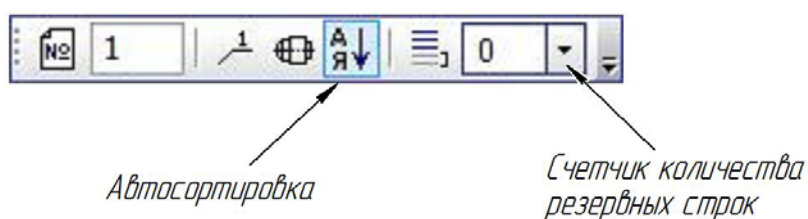

Рис. 5.18. Инструментальная панель «Текущее состояние»
- В счетчике **«Количество резервных строк»** (рис. 5.18), расположенном на панели **Текущее состояние**, из списка выберите число 0.